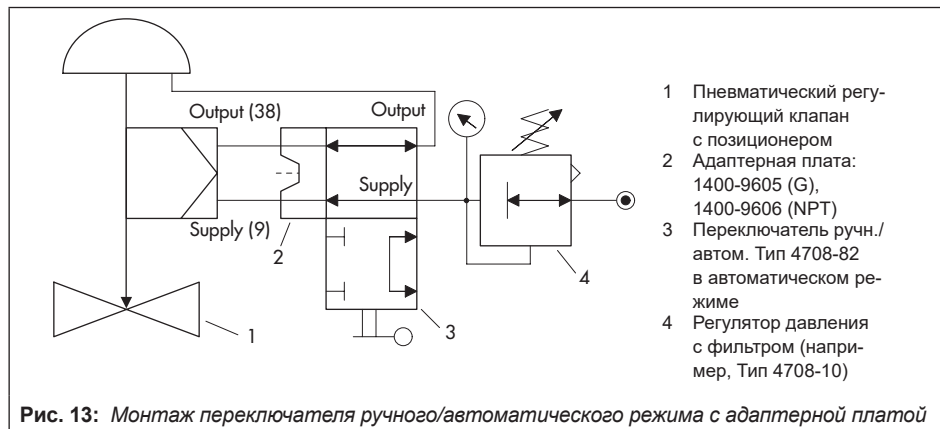

Рис. 13: Монтаж переключателя ручного/автоматического режима с адаптерной платой
- Соедините позиционер и пневматический привод, как показано на Рис. 13.